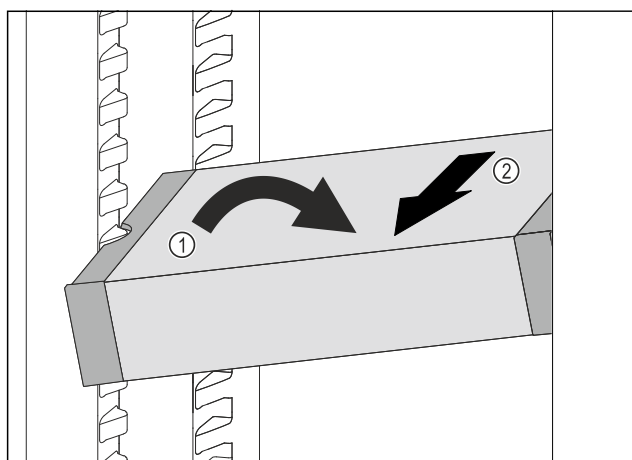

Fig. 129
- ▶ Predal VarioSafe postavite v hladilniku postrani. Fig. 129 (1)
- ▶ Predal VarioSafe izvlecite v smeri naprej. Fig. 129 (2)